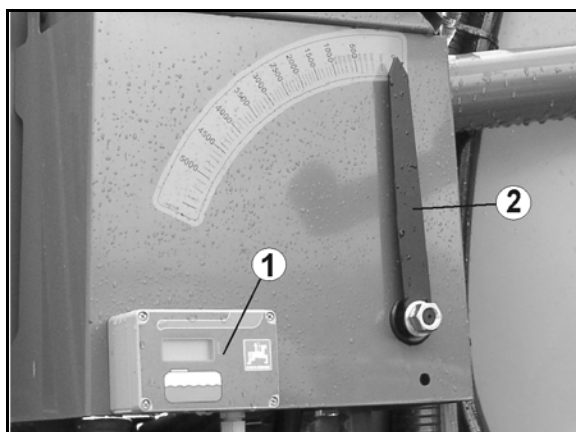

Fig. 52
- Sapata de estabilização elevada durante a utilização ou o transporte (Fig. 52).
1. Soltar o encaixe de charneira (Fig. 52/2).
2. Extrair a cavilha (Fig. 52/3).
3. Elevar/baixar a sapata de estabilização através do punho (Fig. 52/4).
5. Com a manivela de mão (Fig. 52/5), continuar a baixar/eleva a sapata de estabilização.